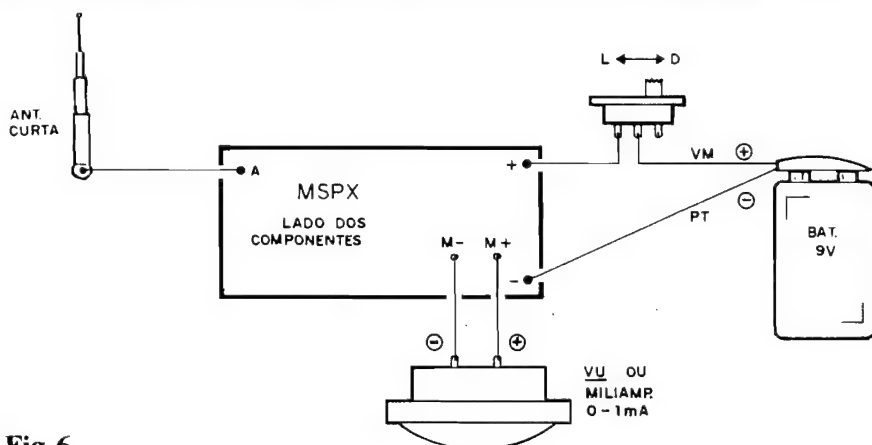

Fig. 6
- FIG. 6 - CONEXÕES EXTERNAS À PLACA - Ainda vista pelo lado não cobreado (só que agora **sem** as peças que ficam **sobre** a placa, para "despoluir" o visual...), a placa é agora mostrada com suas conexões periféricas... **ATENÇÃO** à polaridade da alimentação (bateria), lembrando que o fio **vermelho** do "clip" corresponde ao **positivo** e o fio **preto** ao **negativo**... Notar ainda que a polaridade dos terminais do galvanômetro também deve ser obedecida... O interruptor simples deve ser intercalado no ramo **positivo** (fio **vermelho**) da alimentação... A anteninha é ligada ao ponto "A", através de um pedaço curto de fio... De um modo geral toda a cabagem externa à placa deve ser dimensionada tão curta quanto possível (obviamente sem que essa "curteza" venha a interferir ou dificultar a acomodação do conjunto na caixa escolhida), já que essa é uma boa norma geral, principalmente para circuitos que trabalhem com sinais de alta Frequência (como é o caso do MSPX).